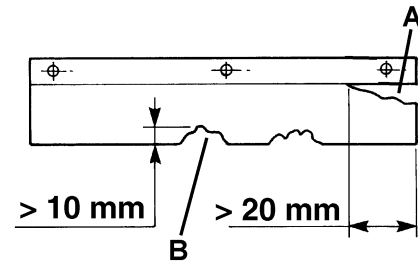

Figure 15
3. Contrôler l'intégrité des volets latéraux (13 et 14). Remplacer les volets en présence de coupures (A, Fig. 15) supérieures à 20 mm ou de ruptures / déchirures (B) supérieures à 10 mm (pour le remplacement des volets, se référer au manuel d'entretien).
15. Remplacer les volets en présence de coupures (A, Fig. 15) supérieures à 20 mm ou de rupture / déchirures (B) supérieures à 10 mm (pour le remplacement des volets, se référer au manuel d'entretien).